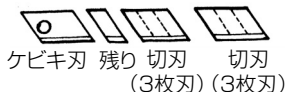

図 22
- (1) カッターナイフ替刃から図 21、図 22 のように作られる刃物を切刃、ケビキ刃と呼びます。1枚のカッターナイフ替刃から、切刃が2枚、ケビキ刃が1枚作れます。